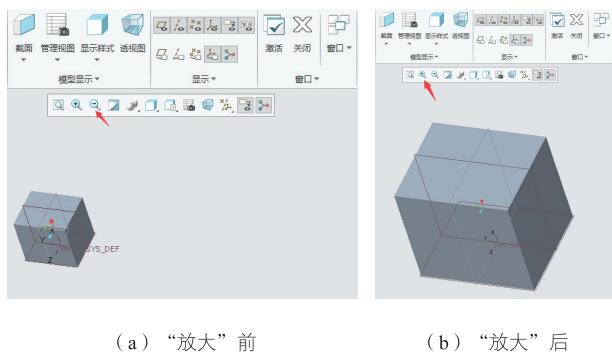

图 1-4-23 “放大”前后对比
(2) “放大” ：单击图标框选需要放大的区域，就可以放大图形，如图 1-4-23 所示。
(4) 设置“显示样式” ：在“显示样式”下拉菜单中选择相应的显示图标，图形区的模型会产